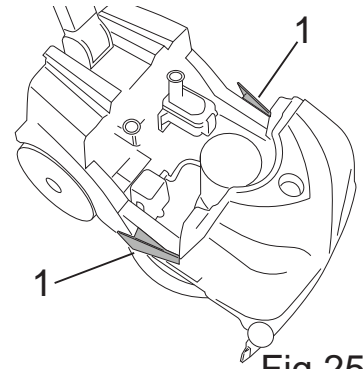

Fig.25
- Druk op de twee tankborghendels opzij (Fig.25-Ref.1) en haal de vuilwatertank uit het frame.